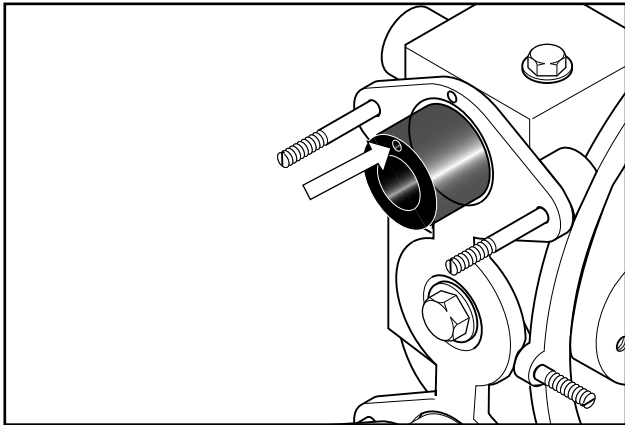

Рис. 19 Положение вентиляционных трубок IP 100/200
3. Слегка смазать конец шланга смазывающей жидкостью и всунуть его во всасывающее отверстие насоса (рис. 19) до сопротивления. Дать капнуть смазывающей жидкости в вакуумный канал. Пожалуйста, обратите внимание на правильную ориентацию отверстия шланга.
IP 100/200: отстоящая от ротора сторона (внешняя сторона), рис. 19